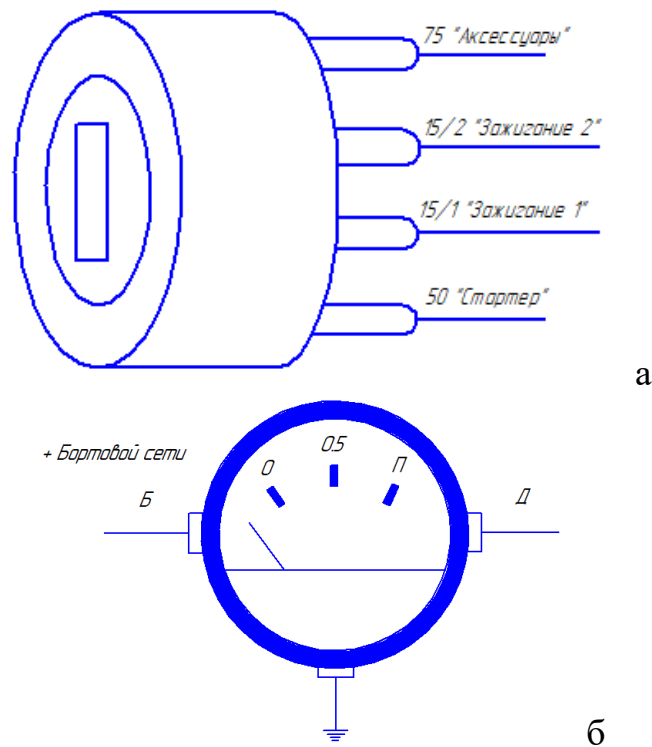

Рис. 3.10. Подключение сигнала «Зажигание» (а) и «Уровень топлива» (б)
7. Подключить цепь «Питание +12...24 В» к цепи «АСС» (75 «Аксессуары»), а вход сигнала «Зажигание» к цепи «Зажигание 1» (15/1) замка зажигания ТС, изображенного на рис. 3.10. В противном случае устройство будет работать некорректно.
8. При необходимости подключить вход сигнала контроля уровня топлива – «Аналоговый вход б» – к выходу «Д» штатного указателя уровня топлива ТС, изображенного на рис. 3.10. Если на ТС установлен дополнительный высокочастотный измеритель уровня топлива, то этот вход можно подключить к аналоговому выходу измерителя.